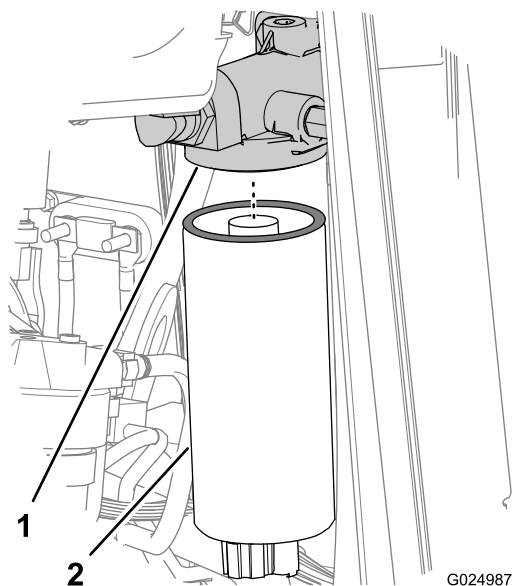
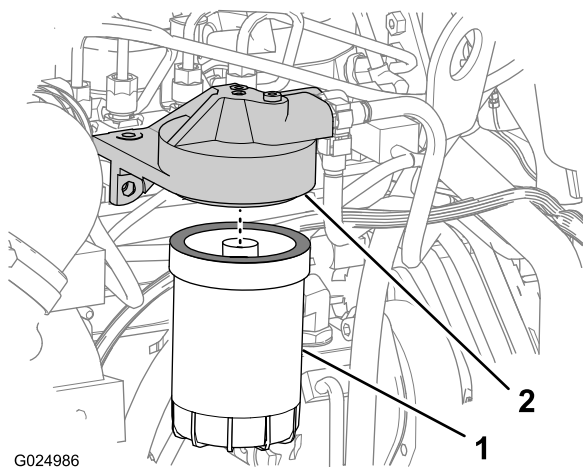

Рисунок 79
Рисунок 80
7. Ослабьте и снимите топливный фильтр грубой очистки (Рисунок 79).
- Ослабьте и снимите топливный фильтр тонкой очистки (Рисунок 80).
- Начисто протрите уплотнительные поверхности переходников фильтров грубой и тонкой очистки (Рисунок 79 и Рисунок 80).
- Установите фильтр грубой очистки на переходник фильтра и затяните фильтр, пока прокладка не войдет в контакт с поверхностью головки фильтра (Рисунок 79).
- Установите фильтр тонкой очистки на переходник фильтра и затяните фильтр, пока прокладка не войдет в контакт с поверхностью головки фильтра (Рисунок 80).